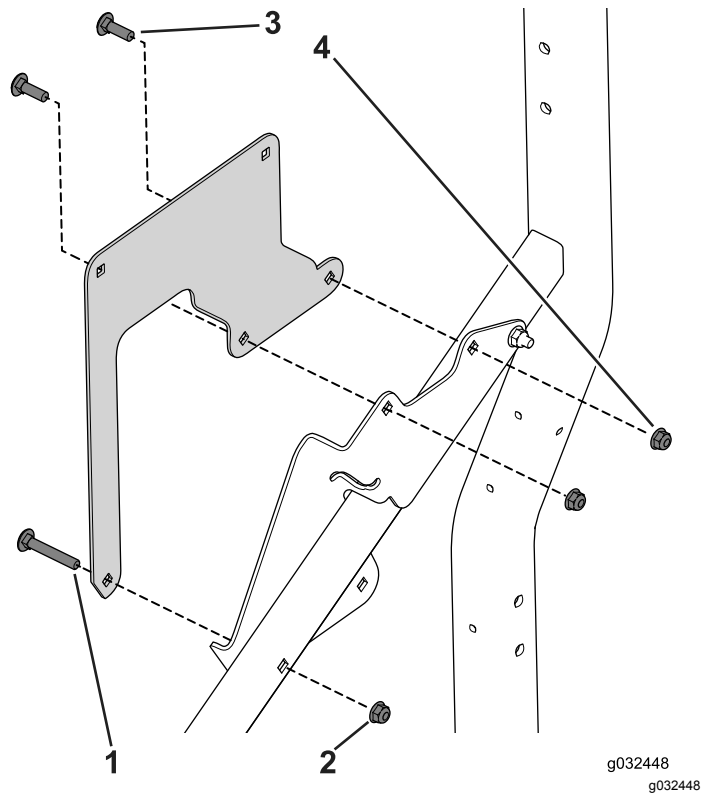

Figura 33
1. Utilize os 3 parafusos de carroçaria (5/16 pol. x 2 pol.) e 3 porcas flangeadas para prender o suporte à estrutura (Figura 33).